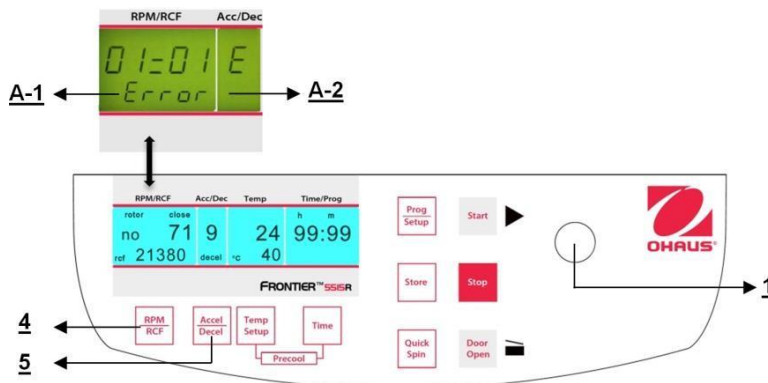

Figure. 39
- Sur le côté droit, il y a un bouchon en plastique (Figure 39). Ôter le bouchon, raccordé au verrou du capot, horizontalement du corps, jusqu'à ce que le capot de la centrifugeuse soit ouvert.